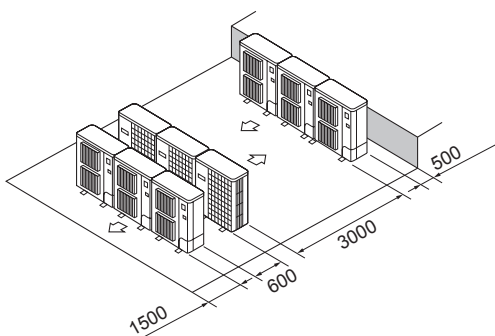

Fig. 2-17
- ⑥ Plassering av flere parallellheter (Fig. 2-17)